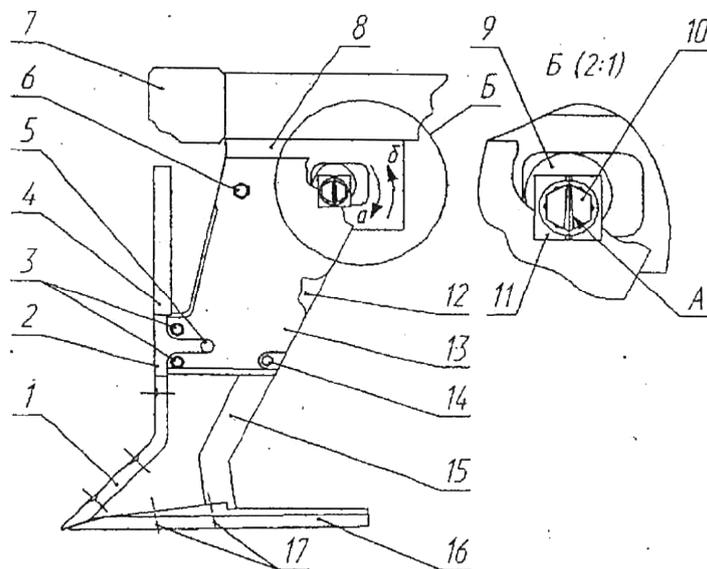
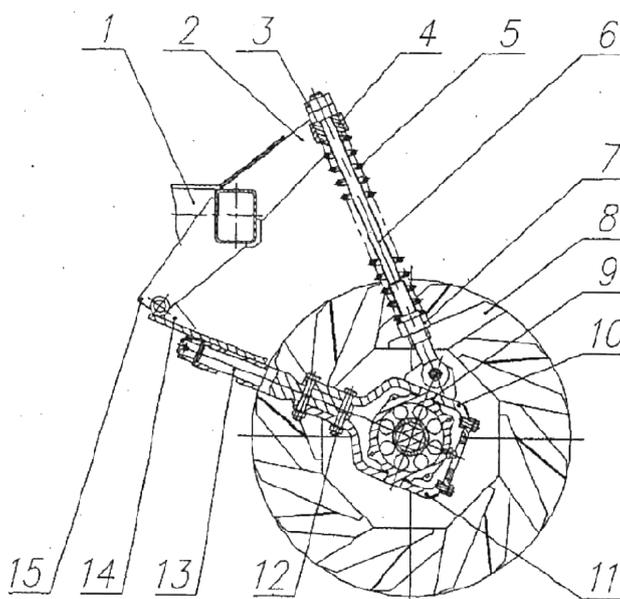

Рисунок 4 - Стойка с лапой
Рис.5 Каток - Вид сбоку
Вертикальное положение стрелки А (см. рис. 4) соответствует углу равному 1° вхождения лапы в почву. Конструкция предусматривает поворот болта 10 в одно из шести положений только в двух направлениях: по часовой стрелке «а» - увеличение угла вхождения лапы в почву от 1° до $7^\circ 30'$ и против часовой стрелки «б» - уменьшение угла вхождения лапы в почву $7^\circ 30'$ до 1° .
6. Усилие прижатия роторов к почве пружиной 5 (рис.5) регулируется гайкой 7 и подбирается таким образом, чтобы при работе происходило крошение пласта почвы, поднимаемого подрезающими лапами (рис.4). Заглубление роторов регулируется за счет изменения длины штанги 6 (рис.5).гайкой 3.